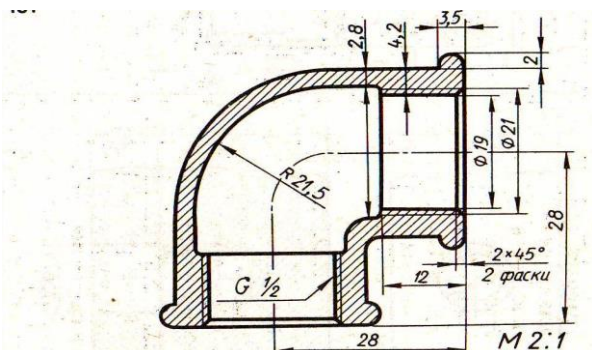

рис.4
7.4.Начертите муфту прямую с ввернутой в нее трубой. Размеры трубы по ГОСТу (рис.4)